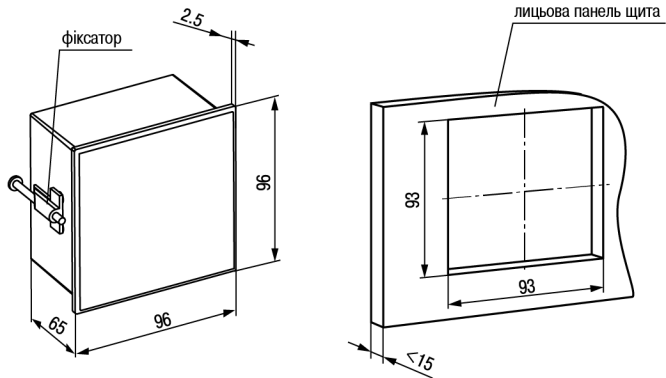

Рисунок 4.4 – Габаритні розміри корпусу Щ1
1. Підготувати на щиті управління місце для встановлення пристрою (див. *рисунок 4.4*).